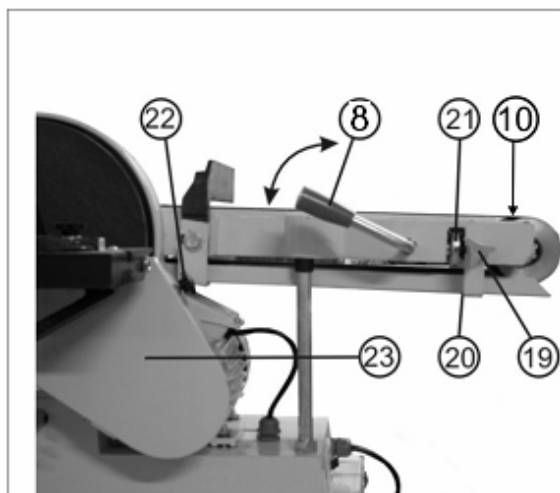

Рис.15
12.1. Смена и регулировка шлифовальной ленты (Рис. 15)
12.2. Смена шлифовальной бумаги на диске (Рис. 15, 16)
Ослабьте фиксирующий винт (22) и откройте крышку (23) кожуха ремня, Рис.15.
12.3. Смена клинового ремня (Рис.15, 16, 17-схема сборки)
12.3.1. Ослабьте фиксирующий винт (22) и откройте крышку (23), Рис.15.
12.3.8. Закройте крышку (23) кожуха ремня и затяните винт фиксирующий (22), Рис.15.